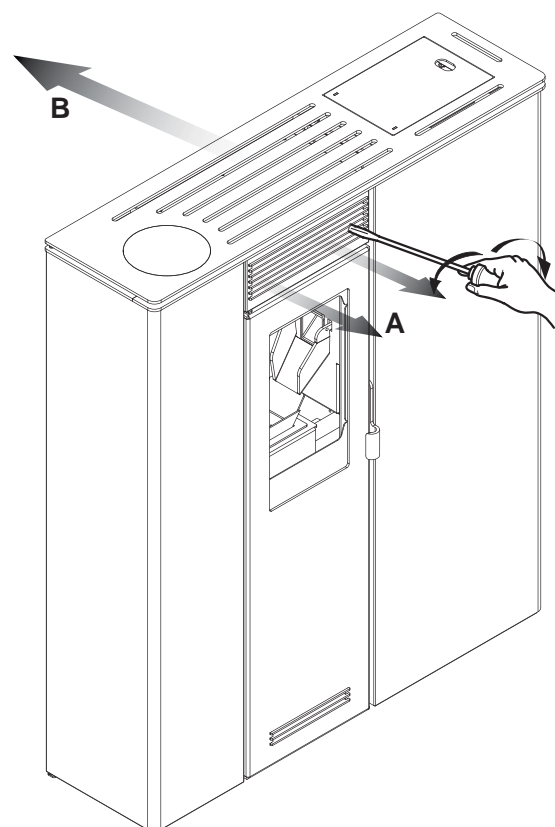

Fig. 13
Una è quella di riscaldamento della stanza in cui è posizionata la stufa Fig. 13(A) attraverso le griglie frontali o superiori (in base al modello). L'altra è quella che permette di riscaldare anche ambienti distanti dalla stufa Fig. 13(B) predisponendo un impianto di canalizzazione dell'aria.